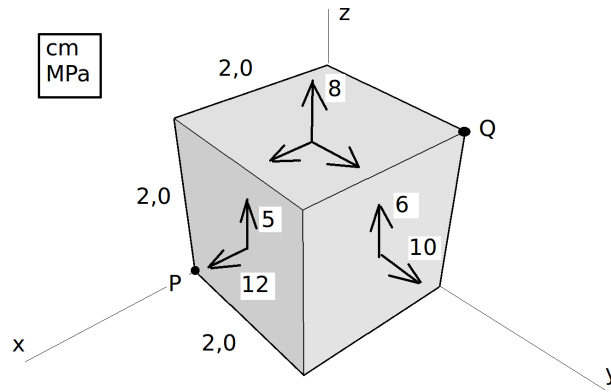

Figura 1
3. Sabendo-se que o estado de tensões em torno de um ponto é dado pelas tensões indicadas na Figura 1. Determine o valor do novo comprimento que liga os pontos P e Q indicados nesta figura, considerando  $E = 2,10$  GPa e  $\nu = 0,3$ .